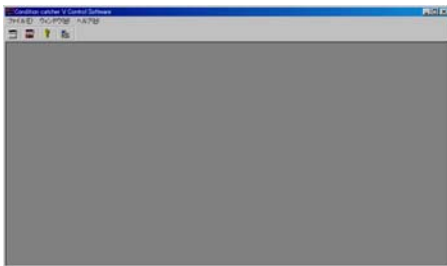

図 27. コントロール・ソフトウェアの初期画面
- ① 本体の入出力端子を結線し、電源を投入します。
- ② パソコン側のコントロール・ソフトウェアを起動すると、図 27 のような初期画面が表示されます。この画面のツールバーの『オンライン計測』ボタン（左から2番目）をクリックしてください。